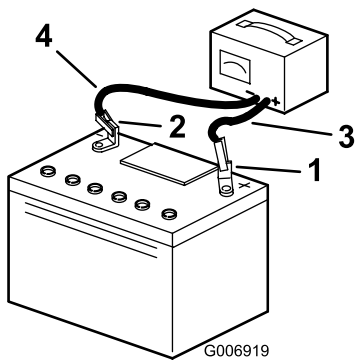

Figura 28
5. Scollegate i cavi di ricarica dai poli della batteria (Figura 28).